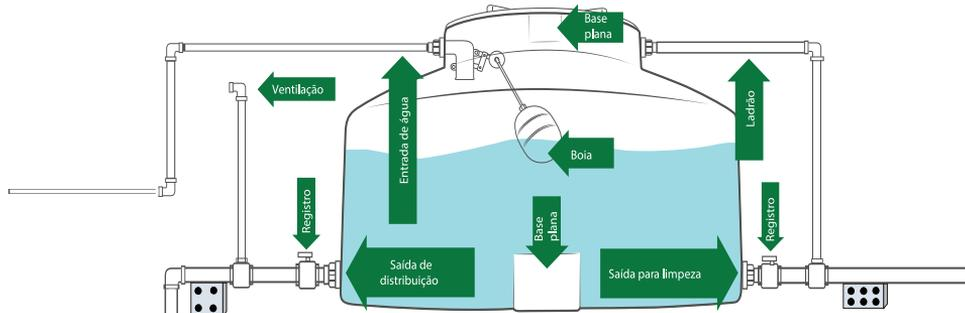

Figura 1
• Os furos para a instalação hidráulica devem ser feitos somente no centro das bases planas inferiores ou superiores (Figura 1), utilizando serra copo compatível com a conexão que se pretende instalar.
- As tubulações de entrada e extravasão deverão ser instaladas nas bases planas superiores (Figura 1), perpendicularmente às paredes do reservatório e niveladas em relação a sua base.
- A tubulação de limpeza do reservatório permite o seu esvaziamento, sempre que necessário. Deve ser instalada na lateral, em uma das bases planas inferiores (Figura 1).
- A tubulação de saída deverá ser instalada na base plana inferior na lateral do reservatório (Figura 1), respeitando a altura mínima de 2 cm em relação ao seu fundo.